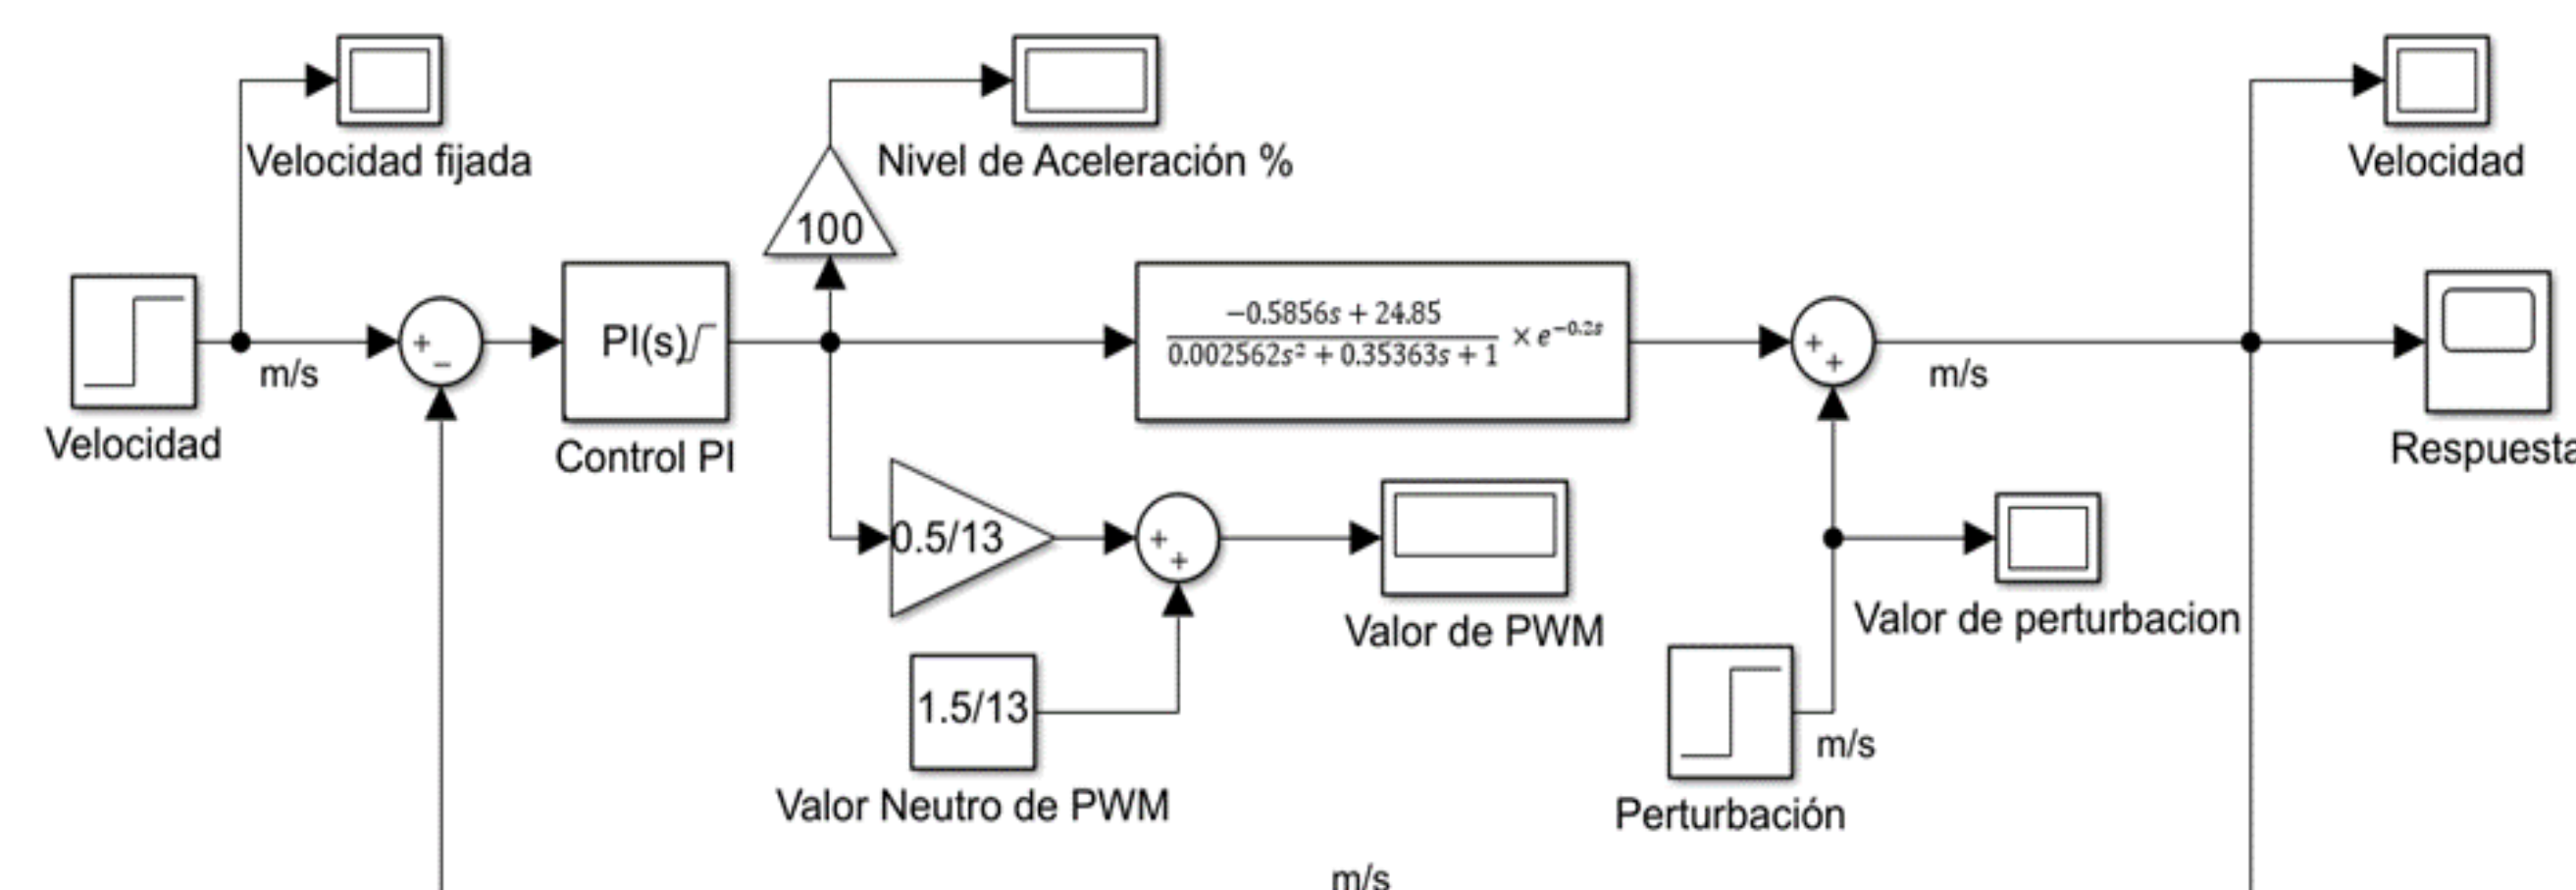

Figura 2: Diagrama de Bloques control PI
Teniendo la función de transferencia, se diseñó un control de velocidad Proporcional Integral (PI) que fuera capaz de mantener una velocidad constante fijada por el usuario o el algoritmo de navegación incluso ante presencia de perturbaciones externas. En la Figura 2 se puede observar el diagrama de bloques simulado en la plataforma Simulink.